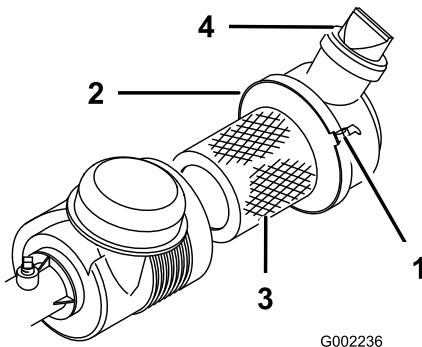

Figura 36
Controllate la struttura del filtro dell'aria per verificare che non vi siano danni che potrebbero causare una perdita d'aria. Assicuratevi che lo scodellino parapolvere sia saldamente sigillato sul filtro dell'aria. Sostituite il filtro dell'aria se danneggiato. Comprimete la valvola (Figura 36) prima di ogni utilizzo per pulirla da polveri e detriti. Eseguite la manutenzione del filtro dell'aria ogni 100 ore.
3. Allentate la cinghia del filtro dell'aria che tiene fissato il coperchio del filtro al corpo del filtro stesso (Figura 36) e separate il coperchio dal corpo.
7. Fissate saldamente la cinghia (Figura 36).
4. Installate il coperchio con la valvola diretta verso il basso e fissate la cinghia (Figura 36).